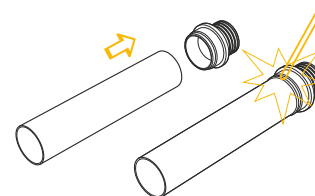

Рис. 4.5.1
1. Перед проведением монтажных работ ко втулке пресс-фитинга должен быть приварен отрезок стальной трубы длиной не менее 400 мм (рис. 4.5.1).